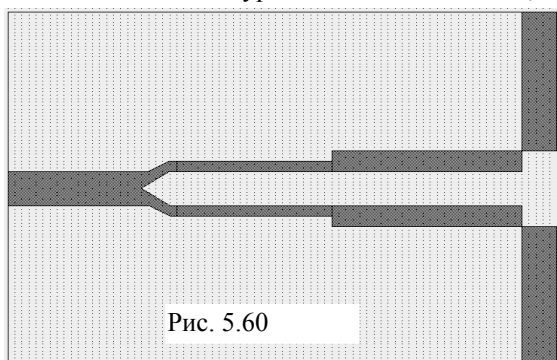

Рис. 5.60
- Выделите созданный проводник, если он не выделен, щёлкните по значку **Copy** и затем по значку **Paste** на панели инструментов. Переместите курсор в поле электромагнитной структуры и подключите скопированный проводник к правому нижнему углу нижнего проводника делителя. Должна получиться топология, показанная на рис. 5.60.